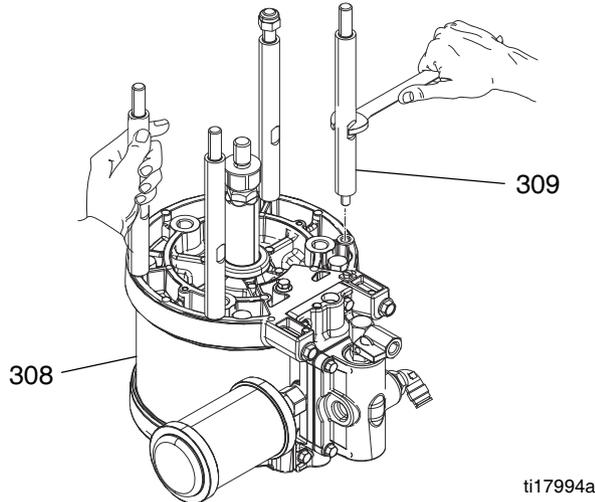

图 3
2. 将拉杆 (309) 安装在气动马达 (308) 底部。参见图 3。